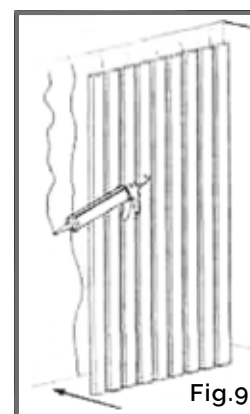

Fig.9
- Se optar por usar silicone em vez de parafusos, aplique uma camada uniforme na parede. (Fig. 9)